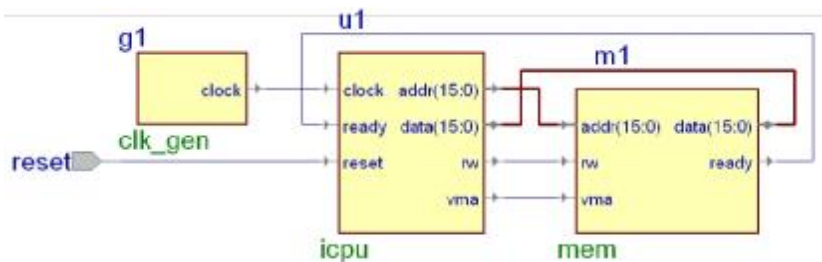

Рисунок 2.20 – Логічна схема об'єкта, що проектується
2.6.8 У вікні **Design Browser** з'явилась піктограма нового документа – **top.bde**. Зображення створеної логічної схеми можна побачити, як і звичайні документи, у вікні редактора САПР (див. рис. 2.20). Якщо є бажання ознайомитись з протоколом, який був створений майстром **Code2Graphics** під час роботи, клацніть на рядку «# CODE2GRAPHICS: Double click on this line to view the generated log file» у вікні **Console**